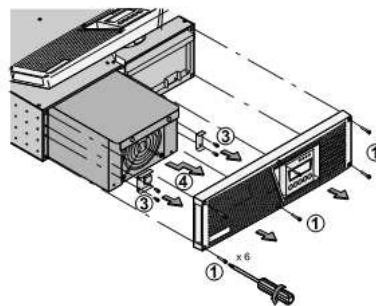

Abbildung 39. Ausbau des Leistungsmoduls
1. Entfernen Sie die Frontblende der USV (sechs Schrauben). Siehe Abbildung 39.